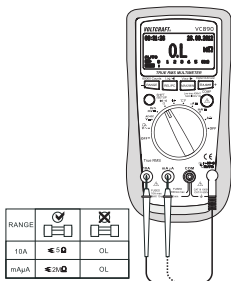

Fig. 12
3. À l'aide de la sonde à tester, effectuez le contact avec la douille de mesure du courant (Fig. 12).